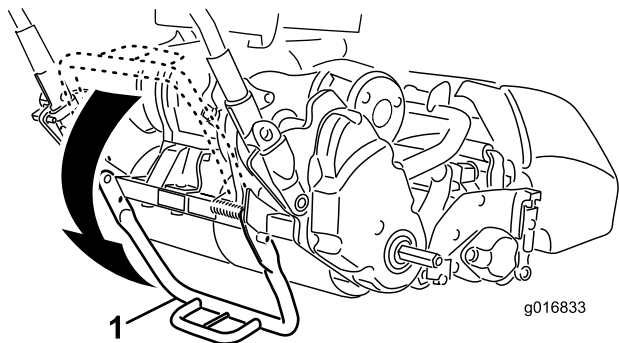

Figura 9
1. Empuje el centro del caballete hacia abajo con el pie, y tire hacia arriba del soporte del manillar inferior hasta que el caballete haya girado hacia delante más allá del centro del arco (Figura 9).